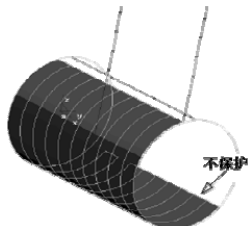

图 1-52 边界不保护轨迹
2) 不保护：到边界处停止，不生成轨迹，如图 1-52 所示。